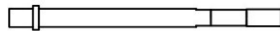
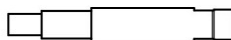

Figura 3: Mandril de Tuerca Remachable
Figura 4: Mandril de Perno Remachable
1. Seleccione el mandril correcto dependiendo del tamaño de las tuercas remachables o los pernos remachables que serán utilizados. Consulte la Figura 3 y la Figura 4 para ver ejemplos de mandriles para tuercas remachables y mandriles para pernos remachables.